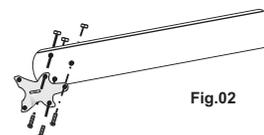

Fig.02
-Fixe o conjunto de garra e pá (já fixados conforme fig. 02) no motor com parafusos (23) e porcas (20). Obs: As garras devem estar fixadas na parte superior do motor, e as pás devem ficar levemente inclinadas para cima, proporcionando assim uma maior área de ventilação.